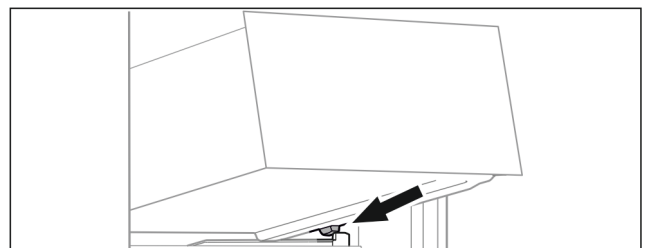

Fig. 85
- ▶ Aseta vetolaatikko vinosti rajoittimien taakse kannattimelle. (katso Fig. 85)